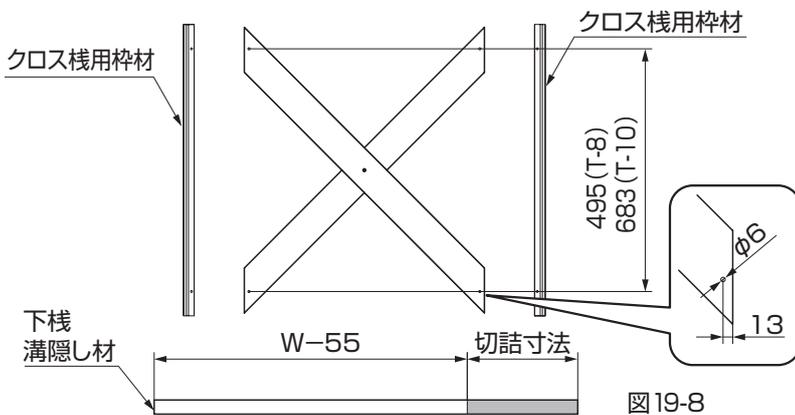

図19-8
②クロス棧の角度を調整し「W-72.5mm」に応じた全体寸法になるように左右均等切断線を描き、切断してください。
③クロス棧に、φ6の孔をあけてください。(図19-8参照)
④下棧溝隠し材を「W-55mm」に切断してください。
⑤加工後、仮止めした【16-3】、【16-7】【16-8】